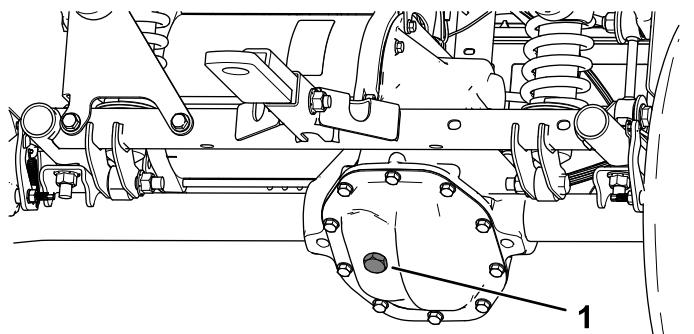

Figura 47
4. Togliete il tappo di riempimento sul transaxle (Figura 47).
5. Se il livello del fluido è basso, togliete il tappo di riempimento e aggiungete il fluido specificato finché non fuoriesce (Figura 47).
4. Togliete il tappo di riempimento sul transaxle e riempite il transaxle con il fluido indicato sinché non fuoriesce dal foro di riempimento (Figura 47).